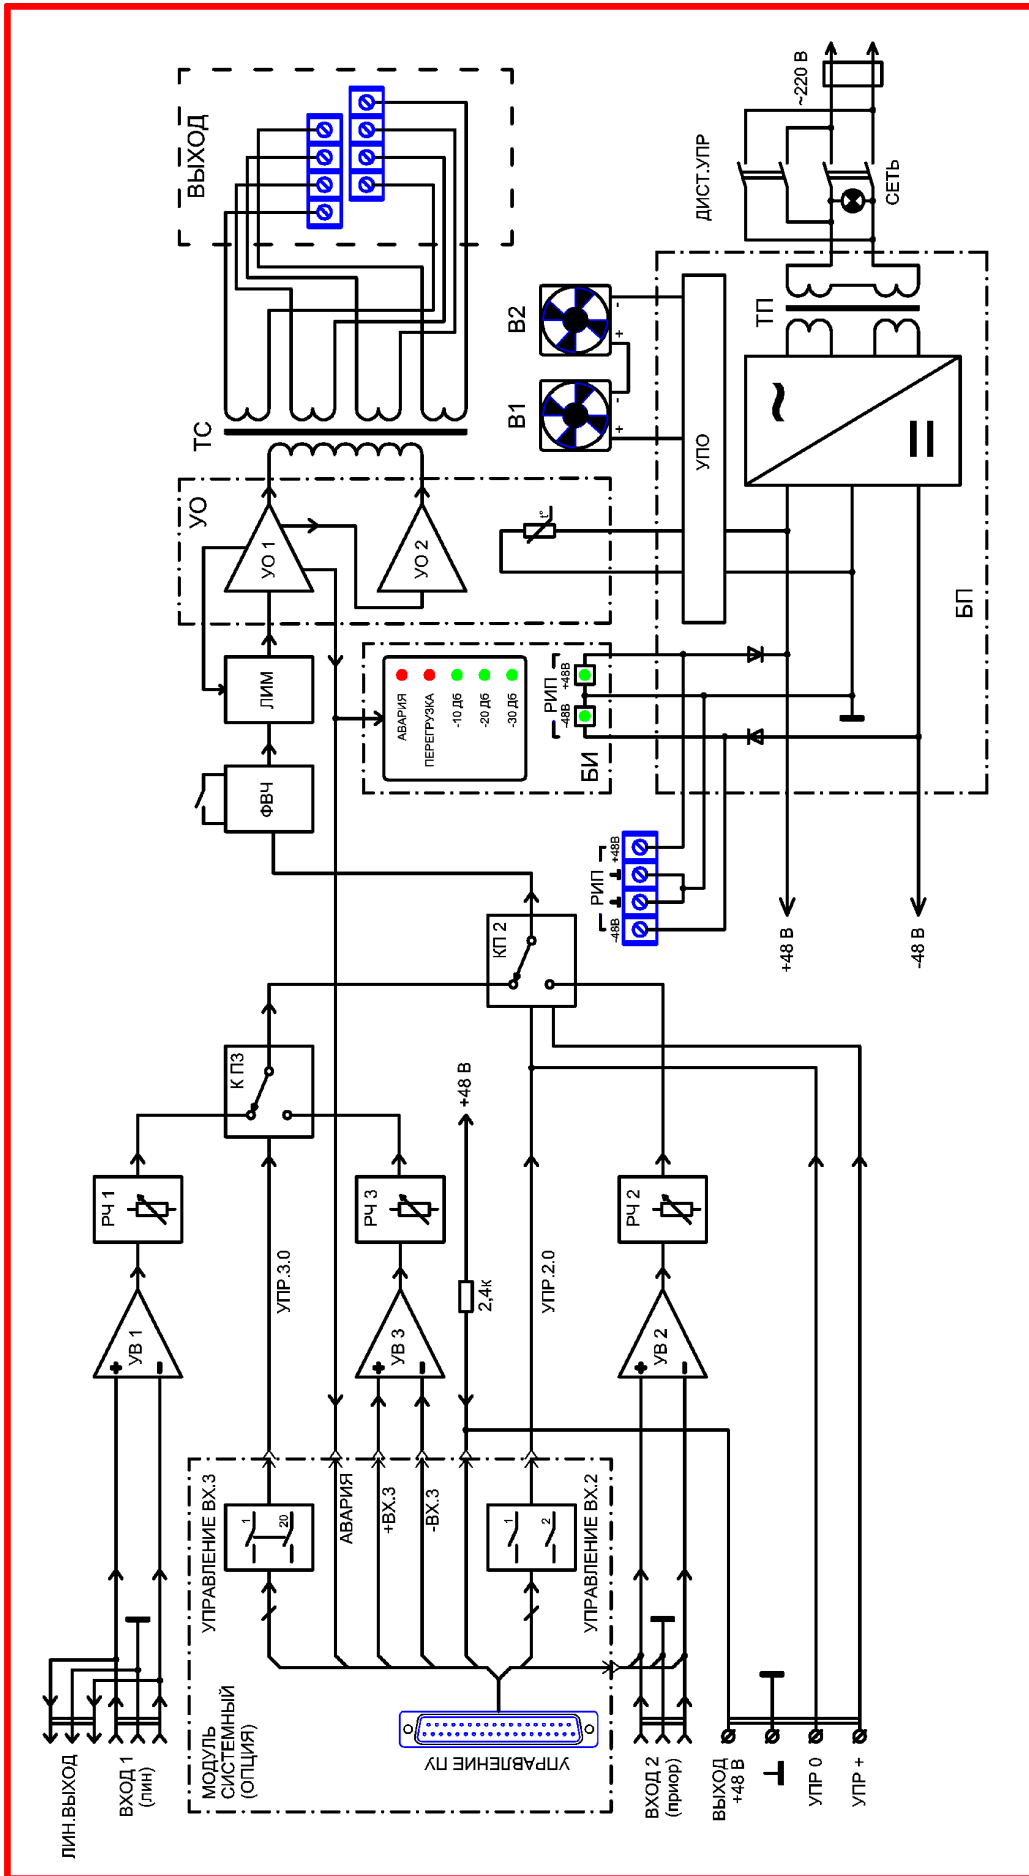

Рис. 1 Структурная схема усилителя
9.1. Структурная схема УМ приведена на рис.1.